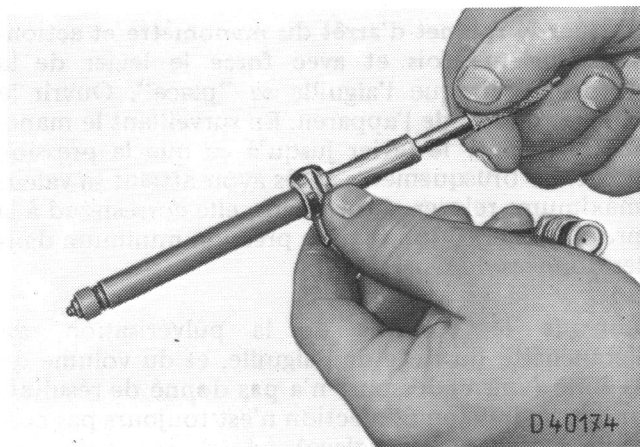
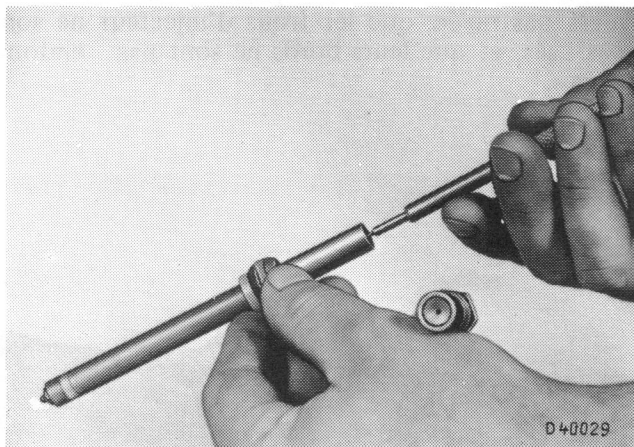

Fig. 9 — Extraction de l'aiguille à l'aide de l'outil spécial n° 16481
Fig. 14 — Polissage du guide de l'aiguille dans le corps d'injecteur
Si l'aiguille ne glisse pas par son propre poids hors du corps d'injecteur lorsqu'on a retourné l'injecteur, utiliser l'outil spécial n° 16481 (mandrin) comme le montre la figure 9. Si l'aiguille ne reprend pas sa position la plus basse dans le corps d'injecteur, faire pénétrer l'aiguille complètement à l'aide du mandrin, pour éviter que l'aiguille ne soit tordue. Tourner la vis moletée à fond à droite, pousser l'outil le plus loin possible sur l'aiguille, afin que le mandrin serre, puis tourner la vis moletée vers la gauche, pour serrer l'aiguille; retirer l'aiguille du corps d'injecteur, en tirant l'outil spécial avec précaution.
2. Introduire l'aiguille dans le corps d'injecteur. Il se produit fréquemment un frottement peu important, lorsque la partie longue de l'aiguille glisse dans le guide supérieur; cela est sans importance pour le bon fonctionnement de l'injecteur. Saisir l'aiguille avec l'outil spécial n° 16481 (voir fig. 9), et l'actionner à la main dans le corps d'injecteur, en tournant l'outil, et en le ressortant légèrement tous les trois ou quatre tours (voir fig. 14). Ce rodage peut être terminé après 10 à 20 tours.
Quand il a été déterminé que la fuite de l'aiguille n'est pas provoquée par une des raisons ci-dessus, s'assurer que le siège de l'aiguille ne présente pas de fines rayures, ou des entailles superficielles. Si c'est le cas, elles peuvent être éliminées avec de la pâte à roder n° 16489, de la façon suivante; mettre un peu de pâte à roder n° 16489 sur la pointe de l'aiguille (cône d'étanchéité) et introduire l'aiguille dans le corps d'injecteur, fixer l'outil spécial n° 16481 sur l'aiguille (voir fig. 9) et roder en faisant tourner l'outil à la main. Il suffit d'un polissage peu important (trois à cinq tours à la main), pour roder la surface du siège.